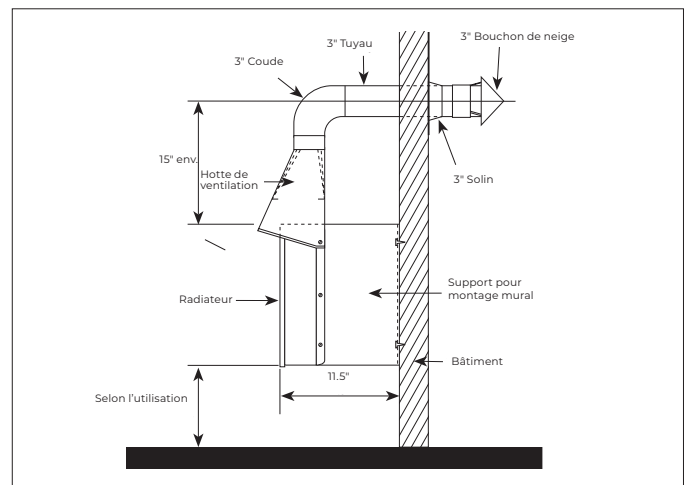

Figure 6 – Ventilation à partir du radiateur
3. Afin de diminuer les concentrations en dioxyde de carbone et en vapeur d'eau dans le bâtiment, un assemblage de hotte de ventilation peut être installé afin de fournir une ventilation à pression positive à partir du radiateur (Figure 6, page 18).